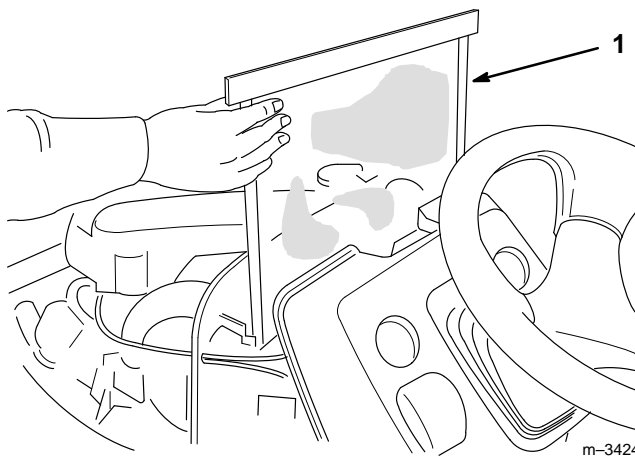

Figure 9
3. La grille du radiateur (Fig. 9) se trouve entre le radiateur et le tableau de bord du tracteur. Pour l'enlever, la tirer vers le haut dans sa rainure. Frotter ou laver la grille pour la débarrasser des débris, puis la remettre en place.